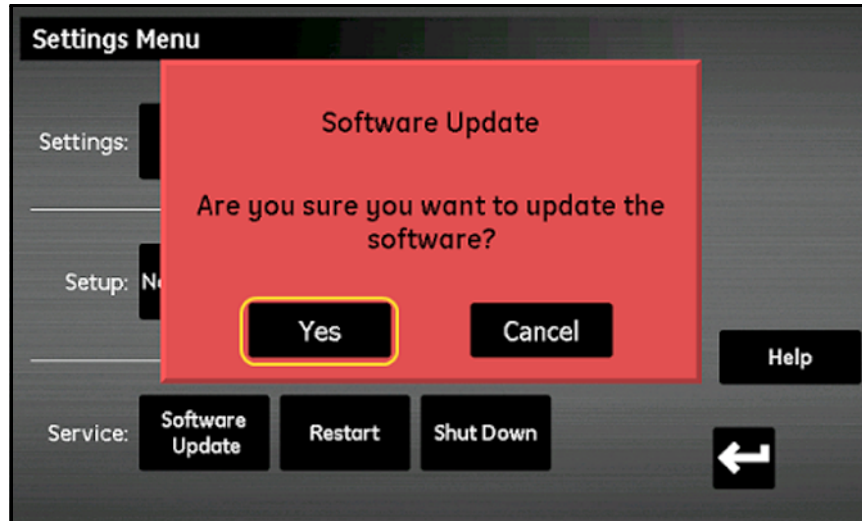

Figura 88: Conferma dell'aggiornamento
6. Moisture.IQ richiede di confermare l'aggiornamento del software (Figura 88). Toccare il pulsante **Sì**.
7. Moisture.IQ richiede di confermare l'aggiornamento del software (Figura 88). Toccare il pulsante **Sì**.